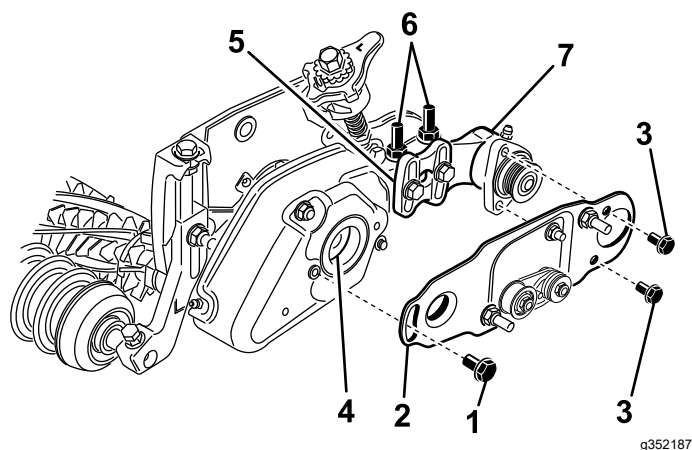

**Figura 26**
11. Fate scorrere ogni guarnizione verso l'esterno fino a creare un leggero contatto tra le guarnizioni a labbro e ogni alloggiamento dei cuscinetti (Figura 26).